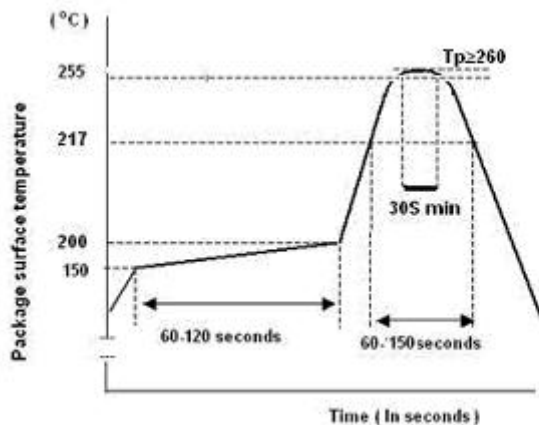

图 6-2 炉温曲线图
1. CI13241 采用无铅环保材料制造，SMT 焊接时请按照无铅标准设置炉温和时间参数，如图 6-2。